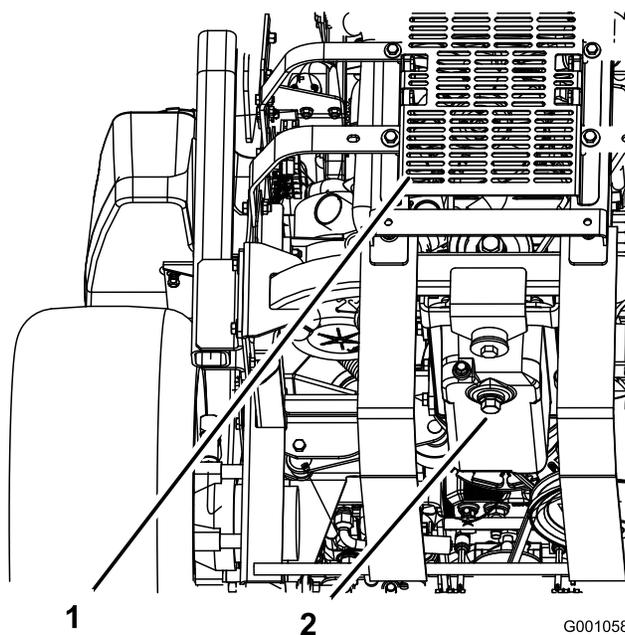

Figura 66
5. Collocate una bacinella sotto lo spurgo dell'olio. Togliete il tappo dell'olio e lasciate defluire completamente l'olio (Figura 66).